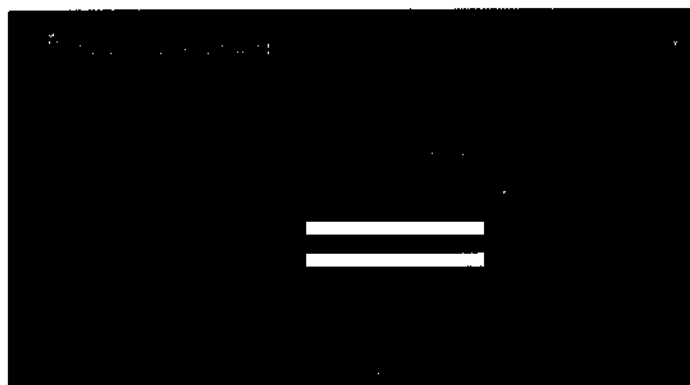

Рисунок 31. Обновление пароля
4. После появления запроса введите новый пароль ClinicUser в поля New Password (Новый пароль) и Confirm password (Подтвердить пароль). Новый пароль ClinicUser должен содержать 10 или более символов. Убедитесь в правильности ввода пароля ClinicUser в каждом поле. Затем нажмите Change Password (Изменить пароль) (Рисунок 31).